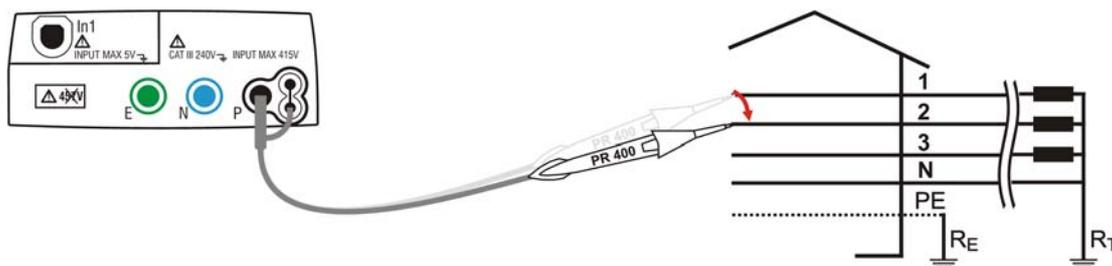
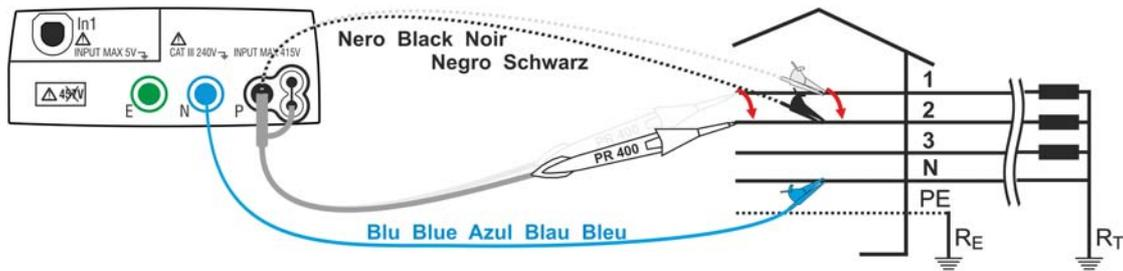

Fig. 26: Verifica del senso ciclico delle fasi ad un terminale, connessione fase 2
Fig. 27: Verifica del senso ciclico delle fasi a due terminali, connessione fase 2
8. Connettere il coccodrillo od il puntale nero, oppure il puntale remoto alla seconda fase della rete elettrica in esame in accordo alle Fig. 26 e Fig. 27.